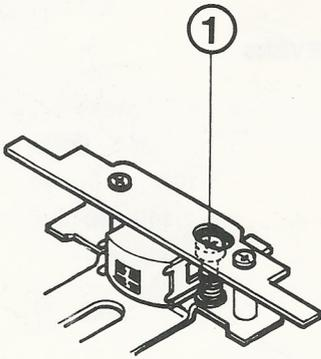

Fig. 1
- turn the azimuth adjusting screw ① for equal and maximum output voltage reading for both the LH and RH channel. This applies to both play directions (refer to fig. 1)
- stel met behulp van de azimuthschroef ① de uitgangsspanning zo in dat deze voor zowel het linker- als het rechterkanaal gelijk en maximaal is. Dit geldt voor beide afspelrichtingen. (zie fig. 1)
- à l'aide de la vis réglant l'azimuth régler ① la tension de sortie de façon qu'elle soit égale et au maximum pour le canal de gauche tout comme celui de droite. Ceci est valable dans les deux sens du défilement (fig. 1)